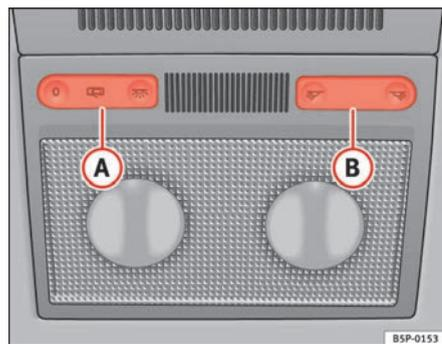
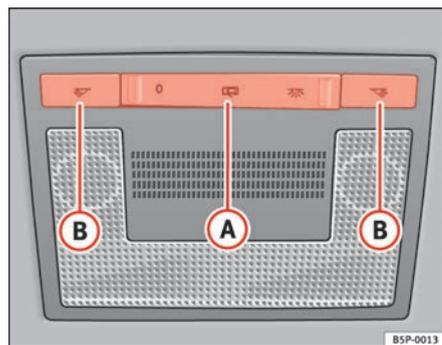

Fig. 81 Garniture intérieure du plafond : lampe avant de lecture type 1
Fig. 82 Garniture intérieure du plafond : lampe avant de lecture type 2
Appuyez sur la touche correspondante ⇒ fig. 81 (B) et ⇒ fig. 82 (B) pour allumer la lampe de lecture.